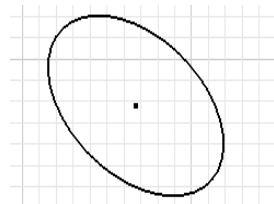

图 2-12 绘制椭圆
(3) 可利用椭圆工具绘制椭圆。单击该工具按钮后，首先在绘图区域内单击左键以确定椭圆圆心位置，然后拖动鼠标以改变椭圆长轴的方向和长度，合适后单击左键即可确定，再拖动鼠标确定短轴的长度即可，此时可预览到椭圆的形状，符合要求后单击鼠标左键，椭圆即可生成，绘制的椭圆如图 2-12 所示。